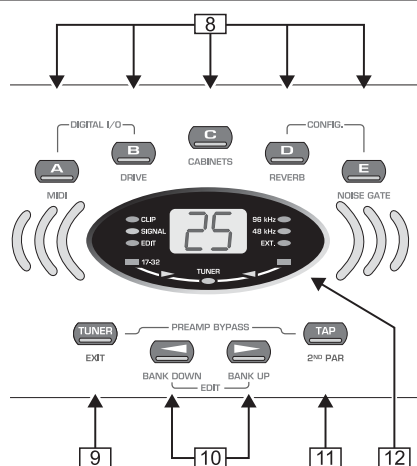

Fig. 2.2: Panel frontal del V-AMP PRO (Detalle 2)
- Con el pulsador TAP 11 presionado (véase la Fig. 2.2) el control TREBLE pasará a ser control PRESENCE. Esto hace posible un aumento / una disminución de un filtro de frecuencias altas ajustado al modelo de amplificador activo. Este filtro simula la realimentación dependiente de la frecuencia de los amplificadores a válvulas.**